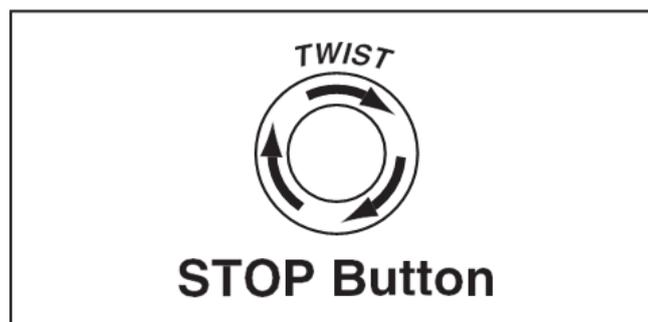

Рисунок 15. Сброс настроек.
5. Поверните кнопку "СТОП" по часовой стрелке до тех пор, пока она не выскочит (см. рис. 15). Это сбросит переключатель, чтобы машина могла запускаться.